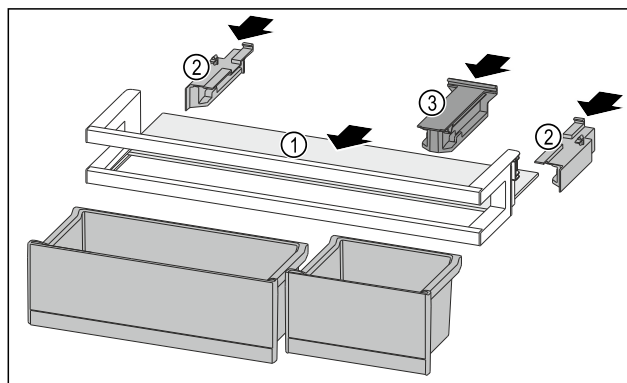

Fig. 261
- Futni raftin mbajtës Fig. 261 (1) në fole të anësore.
- Vendosni pjesët anësore Fig. 261 (2).
- Vendosni pjesën mbajtëse Fig. 261 (3).